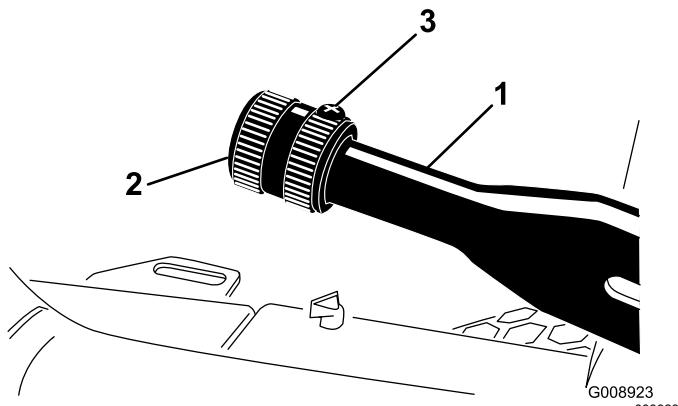

Figura 59
2. Allentate la vite a pressione che fissa la manopola alla leva del freno di stazionamento (Figura 59).